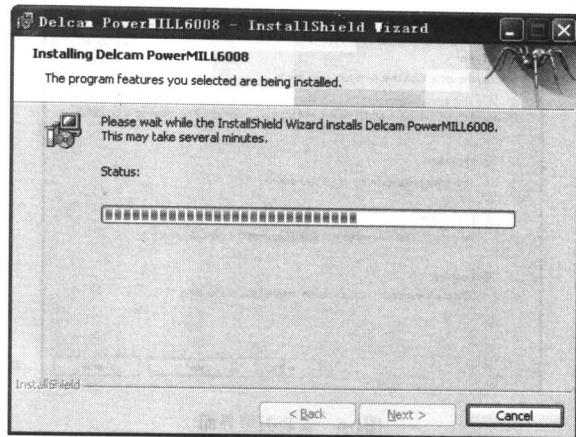

图1-9 开始安装界面
9. 单击 **Install** 按钮，系统将自动进行安装并进入开始安装界面，如图 1-9 所示。